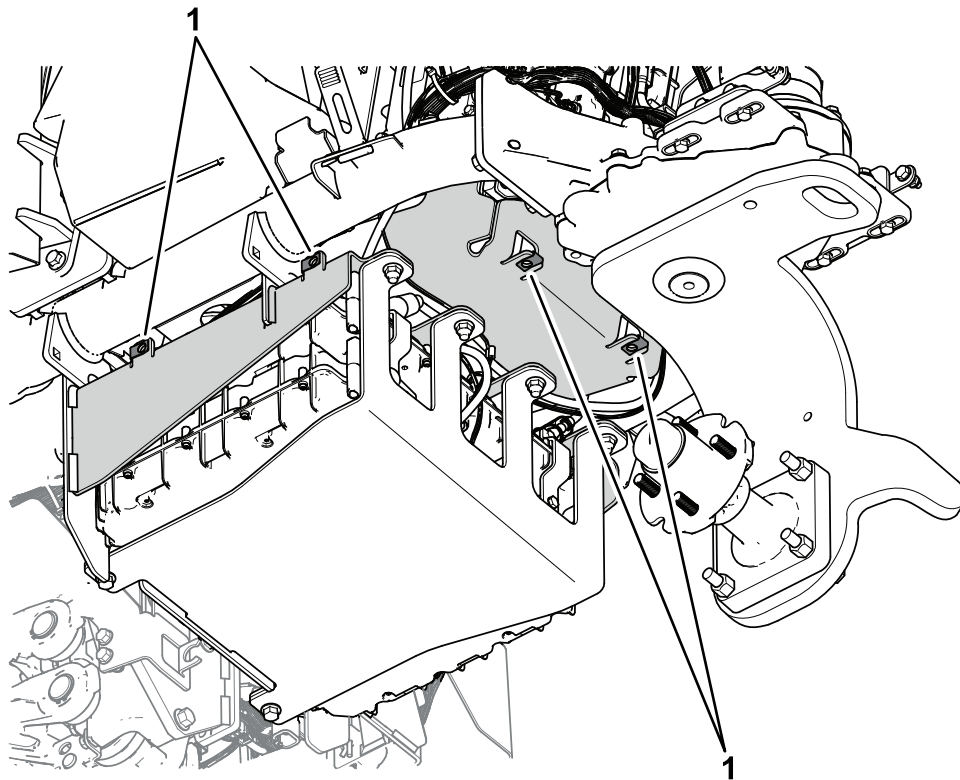

Figure 32
1. Placez 6 écrous rapides sur la plaque de montage supérieure et la plaque de montage inférieure (Figure 32).